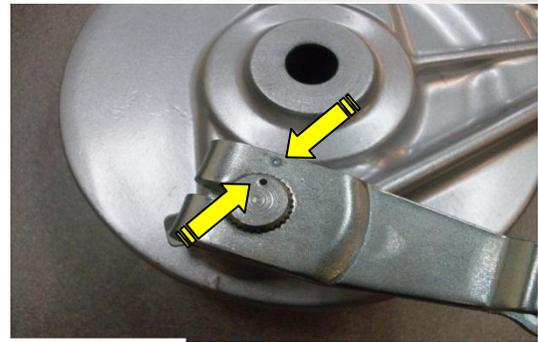

Fig. 4.33
- Haga coincidir el punto del eje abre bandas con el punto de la leva. **Fig. 4.33**